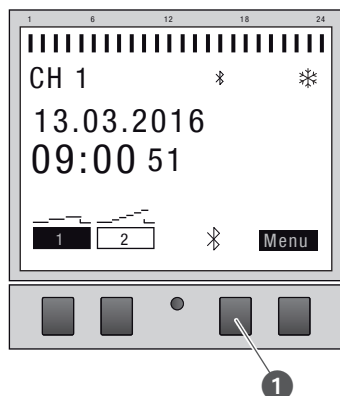

Fig. 27: Establecer la conexión por Bluetooth en el interruptor horario de carril DIN
1. Pulse el botón de Bluetooth (Fig. 27/①) del interruptor horario de carril DIN.